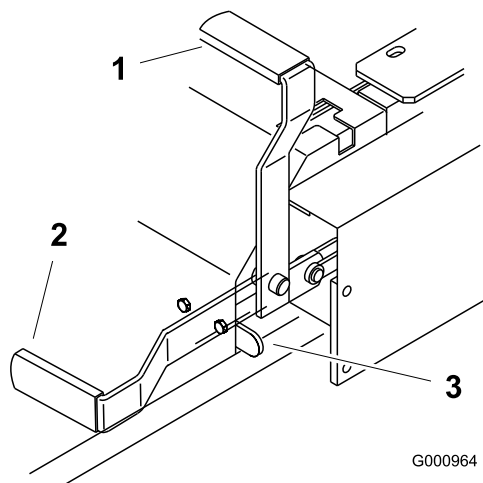

Figura 11
2. Tirate in fuori ed alzate la leva del freno di stazionamento per inserire il freno (Figura 11). La leva del freno di stazionamento deve rimanere saldamente innestata.
Spingete in avanti ed abbassate la leva del freno di stazionamento per rilasciare il freno (Figura 11). Il freno di stazionamento è disinnestato e la leva poggia contro l'arresto del freno.